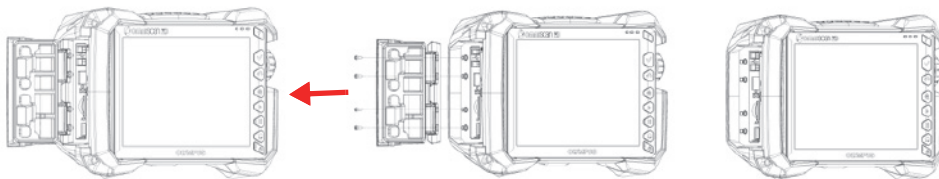

Figure 2-9 Retrait de la porte du compartiment
1. Ouvrez la porte du compartiment sur le panneau latéral gauche de l'OmniScan X3 et, à l'aide d'un tournevis cruciforme, dévissez les quatre vis et retirez la porte du compartiment (Figure 2-9 à la page 38).